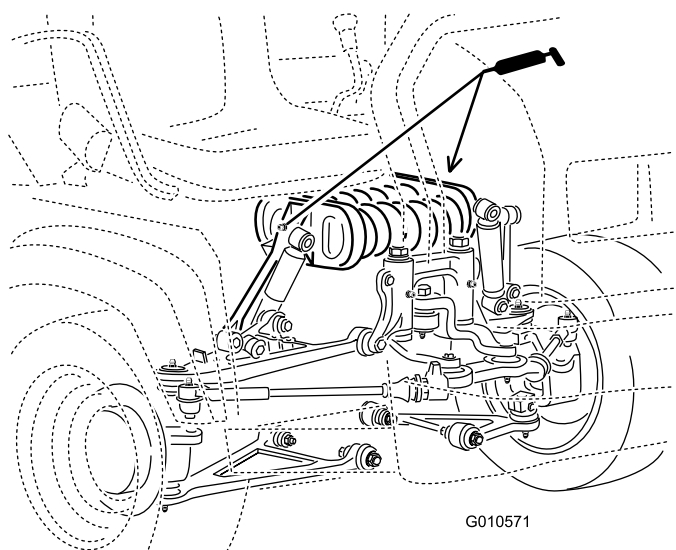

Figura 29
- **Armazón del muelle(2);** consulte Figura 29